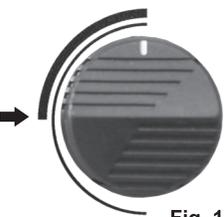

Fig. 1
2 - Gire el botón en lo sentido anti horario en la posición máxima, a 90°, conforme imagen (Fig. 1);
* Para el asado de pasteles recomiéndese lo uso de solamente una (1) grade, con la misma localizada en lo segundo carril de arriba para bajo estando, así, más lejos del calentamiento (Fig. 1);